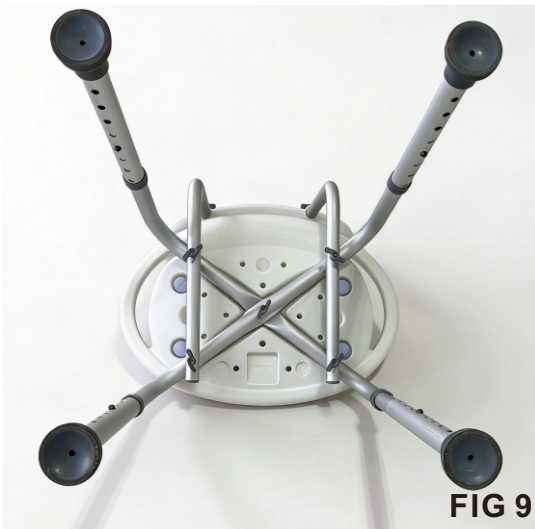
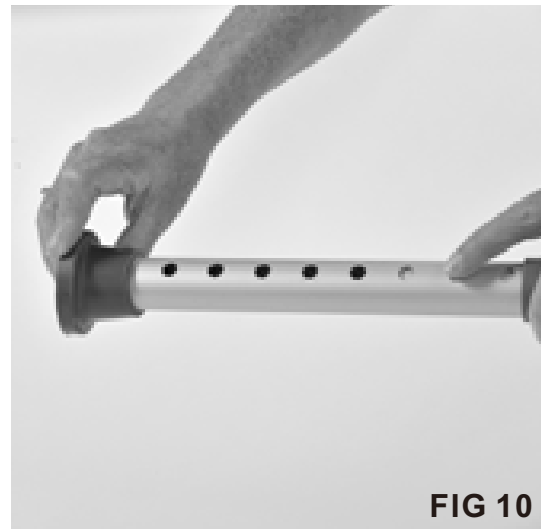

FIG 9
FIG 10
- Nehmen Sie das erste verstellbare Bein mit Gummifuß und verbinden Sie es mit der U-förmigen Beinstütze (siehe Abb. 9). Drücken Sie mit dem Daumen auf den Druckknopf an der U-förmigen Beinstütze. Das verstellbare Bein mit Gummifuß gleitet dann auf die U-förmige Beinstütze. (siehe Abb. 10).